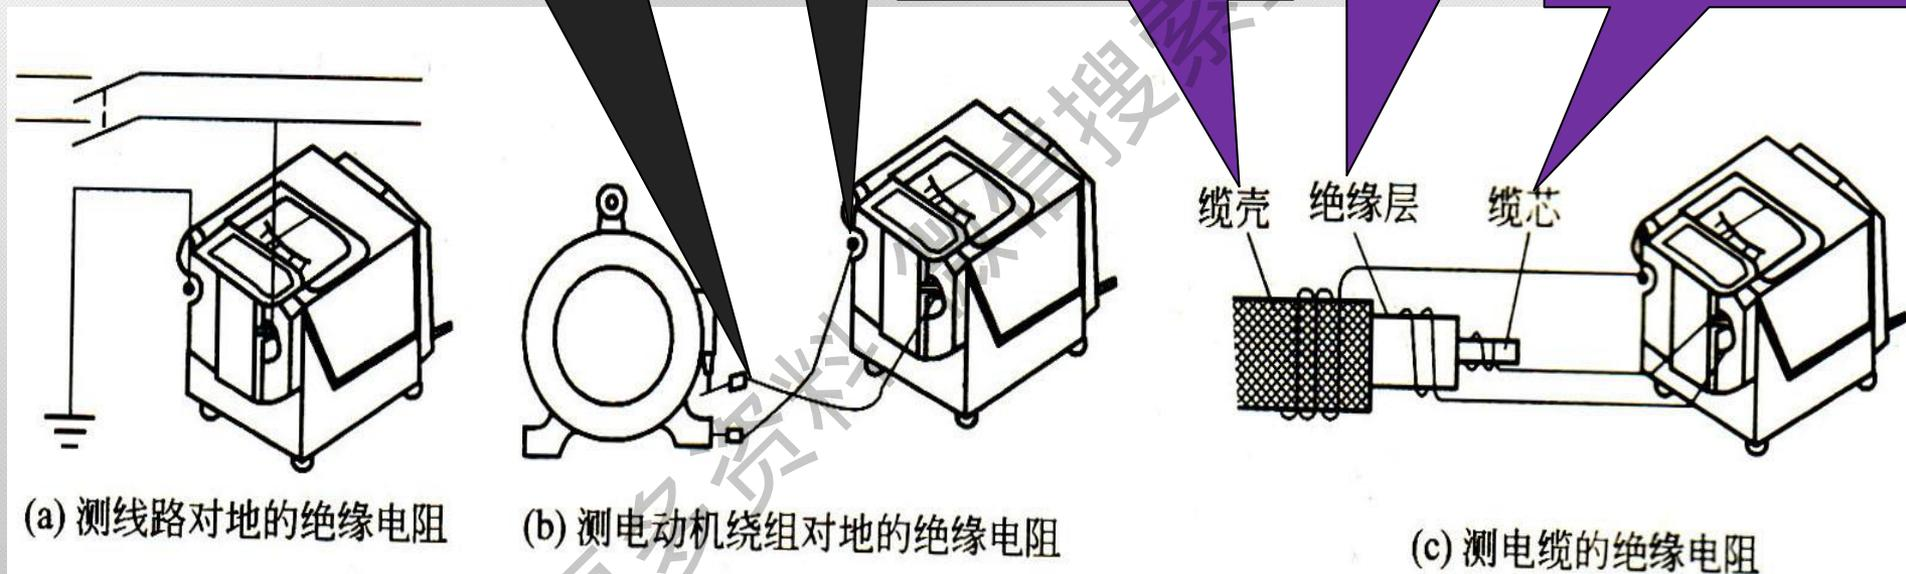

图 2-5 绝缘电阻表的接线
- 接线必须正确无误。保护环的作用是消除表壳表面“L”与“E”接线端钮间的漏电和被测绝缘物漏电的影响。在测量被测电气设备的对地绝缘电阻时“L”接设备的待测部位，“E”接设备外壳或接地，如图2-5(a)、(b)所示：如测电气设备内绕组间的绝缘电阻时，将“L”和“E”分别接两绕组的接线端；当测量电缆缆芯对缆壳的绝缘电阻时，为消除因表面漏电而产生的误差，“L”接缆芯，“E”接缆壳，“G”接缆芯与缆壳之间的绝缘层，如图2-5(c)所示。